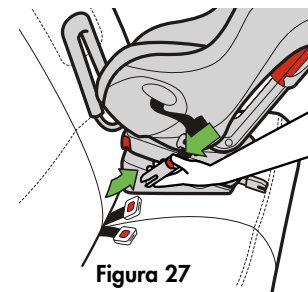

Figura 27
- Mantenga oprimido el botón rojo de soltar al mismo tiempo que tira de los conectores LATCH a presión para la posición viendo hacia atrás, como se muestra en la **figura 27**.